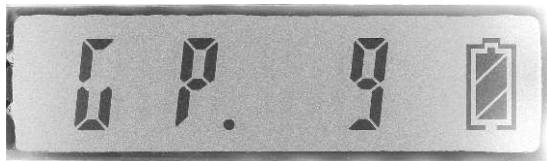

Fig 7
Este sistema ofrece una gran cantidad de frecuencias que le ayudaran a evitar las interferencias. Cuando este en modo de menú, presione la tecla "Select" y cambie la frecuencia. Se puede seleccionar solamente una frecuencia o un grupo de frecuencias (Fig. 7 y 8). El sistema tiene 12 grupos, cada uno con 12 frecuencias individuales, para un gran total de 144 canales o frecuencias.
- Presione CH/ON otra vez para seleccionar el grupo (Fig. 7), entonces utilice la tecla SELECT para seleccionar el grupo.